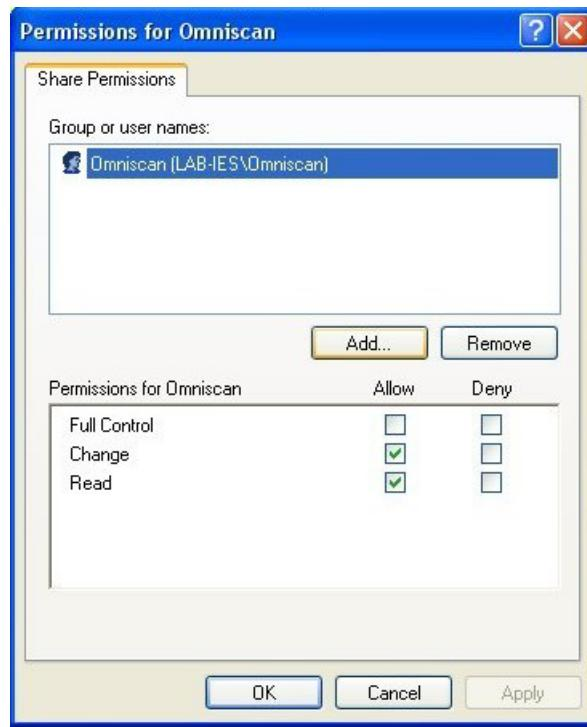

Рис. 7-17 Окно Разрешения для Omniscan (Windows XP)
11. Вернувшись в окно **Permissions for Omniscan** (Разрешения для **Omniscan**), выберите **Change** (Изменить) и **Read** (Чтение) в колонке **Allow** (Разрешить) и щелкните **OK** (см. Рис. 7-17 на стр. 218).